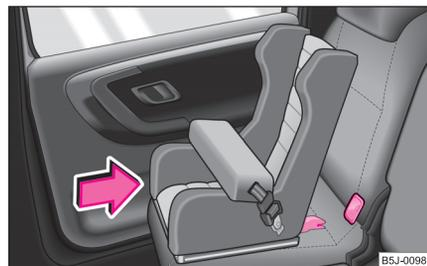

Abb. 143 Der ISOFIX-
- Schieben Sie die Rastarme des Kindersitzes über die montierten Aufnahmetrichter in die Halteösen, bis er hörbar einrastet ⇒ **Abb. 143.**